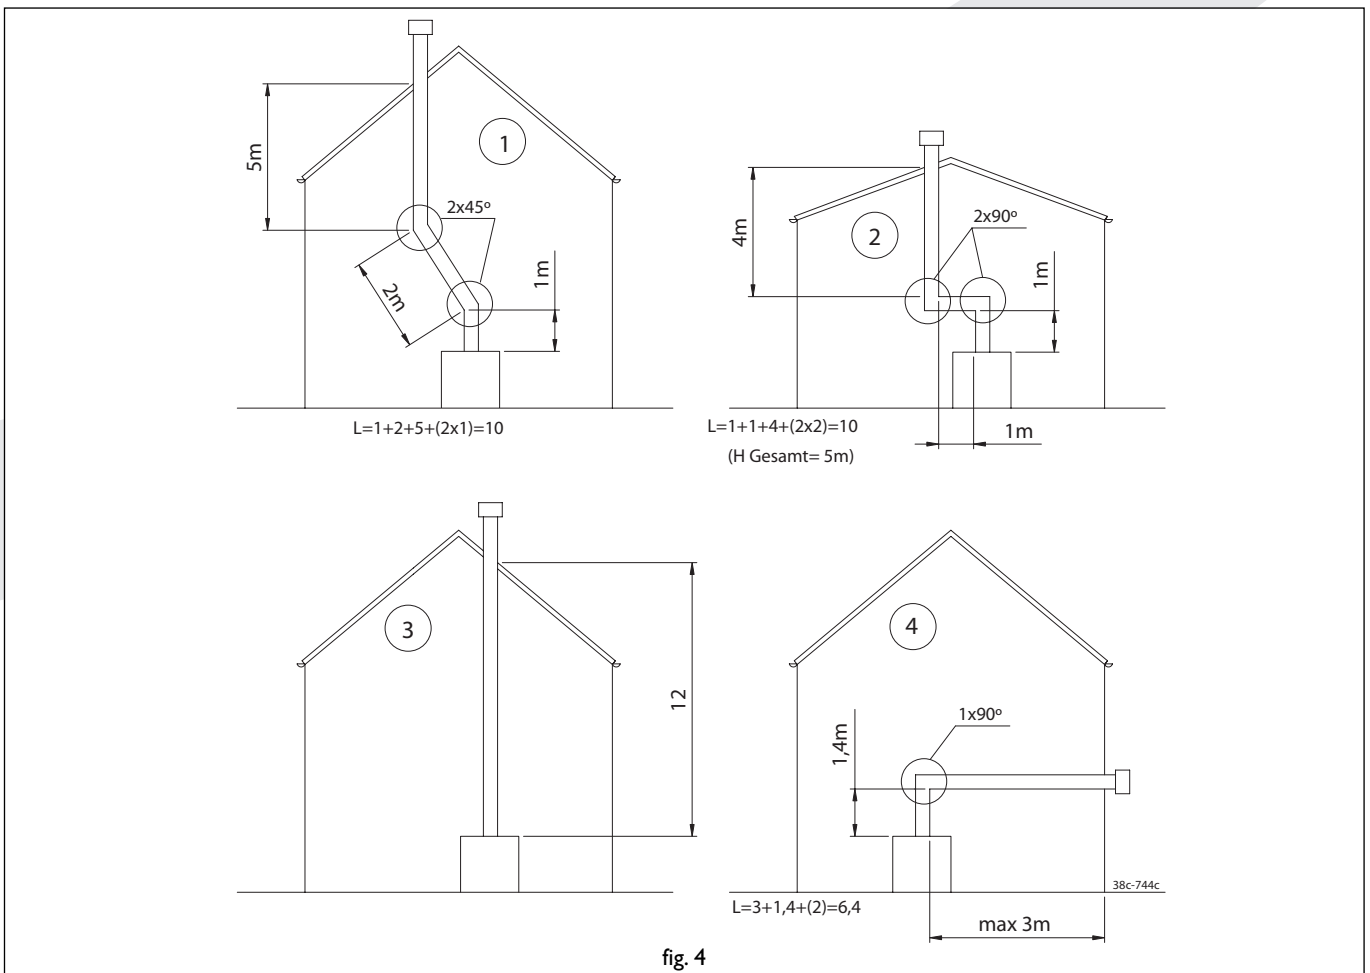

fig. 4
Anschlußmöglichkeiten (Fig. 4)
- Immer erst 1 Meter Rohr vertikal anbringen, ausser Beispiele 4 in Fig. 4.
Die maximale Gesamtlänge ist die Summe der Rohrlänge plus der Länge für die Krümmungen (siehe die 4 Beispiele in Fig.4).
- Entscheiden Sie sich für eine der Anschlussmöglichkeiten gemäss Fig. 4.